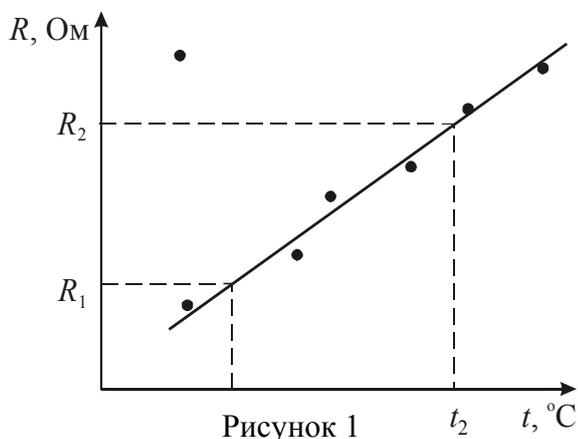

Рисунок 1
Температурный коэффициент сопротивления α также рассчитывается по формуле (5), но сопротивления R_1 и R_2 и соответствующие им температуры t_1 и t_2 определяются из графика $R = f(t)$ (см. рис. 1).